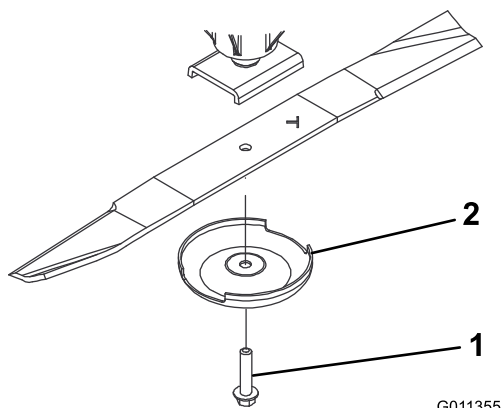

図 95
ドボルトで固定する 図 95。各ブレードボルトを 115-149 N·m 11.8-15.2 kg·m = 85-110 ft·lb にトルク締めする。
ブレードの磨耗を放置すると、ブレードのセール部と平坦部との間に割れ目が発生する 図 95。この割れ目が拡大すると、最終的にはブレードがちぎれてハウジングの下から飛び出し、これがオペレータや周囲の人に重大な人身事故となる。
2. ぼろきれや厚いパッドの入った手袋を使ってブレードの端部をしっかりと握る。スピンドルのシャフトからブレードボルト、芝削り防止カップ、ブレードを取り外す 図 95。